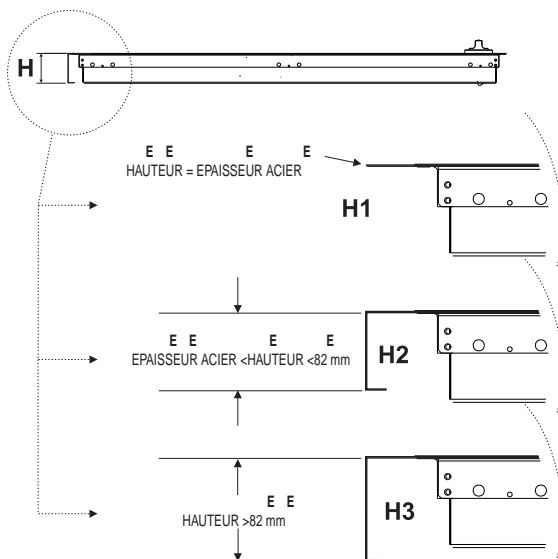
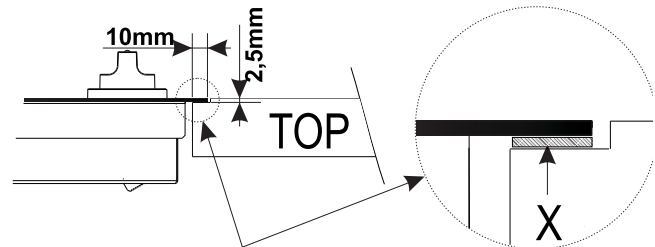

fig.4
fig.5
-Classe 1 : tous les modèles dont le bord a 82 mm de haut ou davantage (voir page suivante, fig.4 détail H3).
-Classe 3 : tous les modèles dont le bord a moins de 82 mm de haut (voir page suivante, fig.4 détails H1 et H2).
1- Tables à encastrer (Classe 3) pour type d'installation au ras du plan (voir figure 4 détail H1); dans ce cas il faut prévoir une découpe du plan ayant des dimensions correspondant à l'encombrement hors tout de la table, moins 2 cm de chaque côté, pour garantir 1cm d'appui de la table sur le plan de travail; pour pouvoir enfin encastrer la table au ras du plan, il faut abaisser la zone tout autour de la découpe (voir figure 5) pour pouvoir y loger tant le bord de la table que le joint "X" placé sous ce bord.
Avant de procéder à la fixation de la table sur le plan de travail, positionnez le joint (fourni) sur tout le pourtour de la table comme illustré figure 5.
2-Tables de cuisson à encastrer (Classe 3) dont le bord a moins de 82 mm de haut (voir figure 4 détail H2); en cas d'installation sur un plan de travail, il faut prévoir une découpe suffisamment grande pour pouvoir y loger la boîte inférieure de la table de cuisson, veillez à laisser entre cette dernière et le plan en bois au moins 1 cm de vide sur tout le pourtour (le dessous de la boîte peut toucher).
3-Tables de cuisson à poser (Classe 1) dont le bord a plus de 82 mm de haut (voir figure 4 détail H3); dans ce cas, la boîte inférieure de la table ne dépasse pas du bord de cette dernière même en cas de pose sur un plan de travail, il suffit dans ce cas de prévoir les trous pour le passage du tuyau d'alimentation du gaz et du cordon électrique.